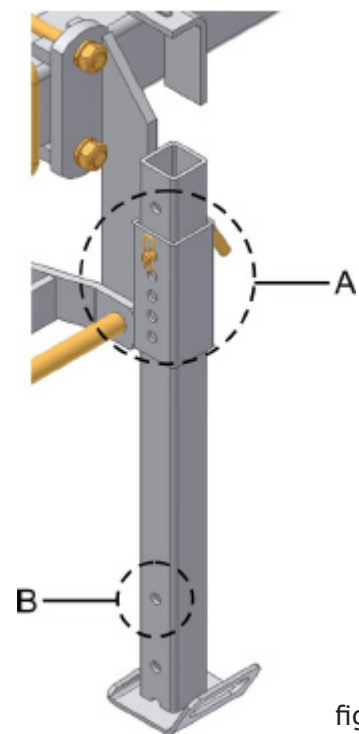

fig. 03
El pie de apoyo en la posición de sustentación (A) (fig. 03). Debe ser usado para apoyar la sembradora en local plano y firme.